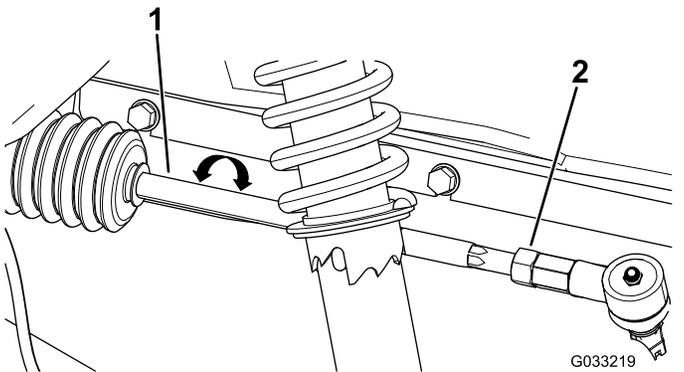

Bild 48
4. Wenn der Wert nicht zwischen 0-6 mm liegt, lösen Sie die Klemmmuttern am äußeren Ende der Spurstangen (**Bild 48**).